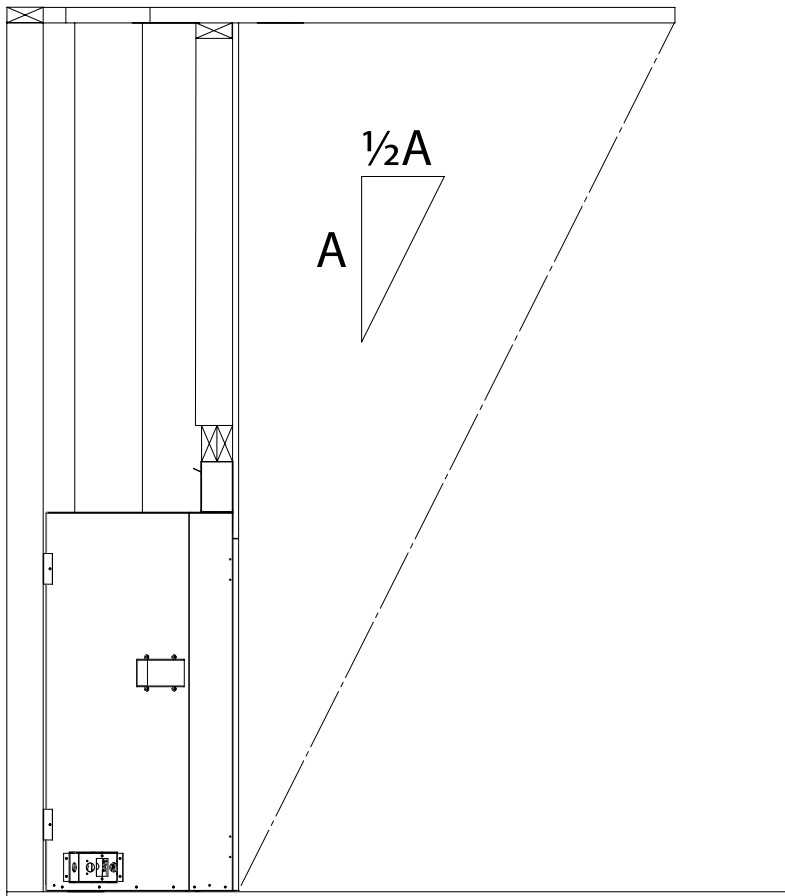

Figure 47: Exigences de profondeur de porte-à-faux
- Le foyer doit être protégé par un surplomb dont la profondeur est au moins égale à la moitié de sa hauteur à partir de la base du foyer, tel qu'illustré à la Figure 47.